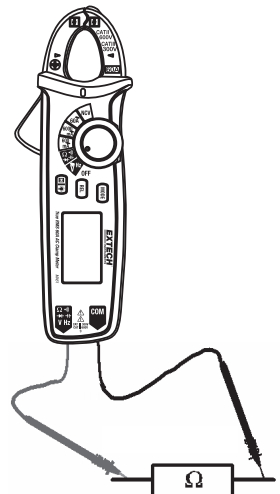

Figura 7 MEDICIÓN DE RESISTENCIA
4. Toque las puntas de las sondas a través del circuito o componente bajo prueba. Consulte la Figura 7 en la sección Medición de resistencia.